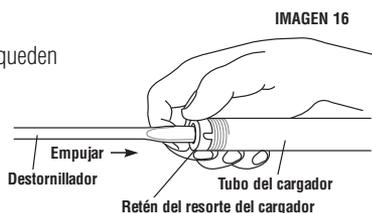

IMAGEN 16
4. Coloque un destornillador en la ranura del retén del resorte del cargador. Véase la Imagen 16.
7. Gire el retén 90° y suéltelo lentamente. Véase la Imagen 16.